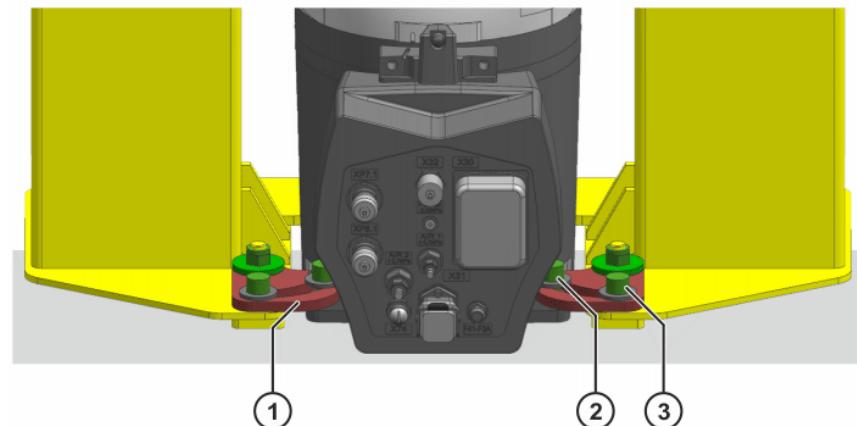

Abb. 7-16: Schwenkhalter positionieren und befestigen
6. Schwenkhalter auf Grundgestell positionieren (>> Abb. 7-16).